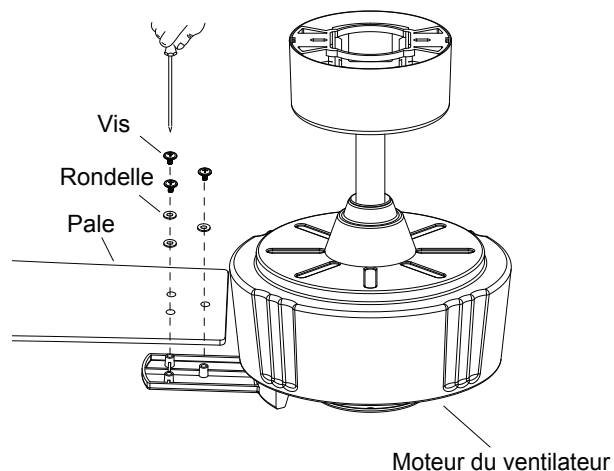

Fig. 17
Étape 1. Alignez les trous de la pale et de la rondelle sur les trous des supports de pale et fixez solidement la pale en place avec les vis fournies. (Fig. 17)